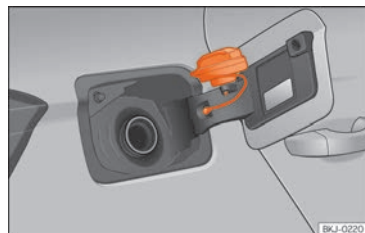

Fig. 147 Clapeta rezervorului de combustibil cu bușonul atașat.
- Așezați bușonul în spațiul din balamaua clapetei deschise » fig. 147.